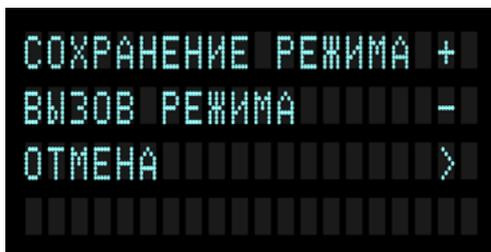

Рисунок 7 – Меню управления сохранением текущего режима
5.3.9 Комбинация (одновременное нажатие) кнопок «АВТО» и «>» вызывает меню управления сохранением текущего режима (Рис. 7).